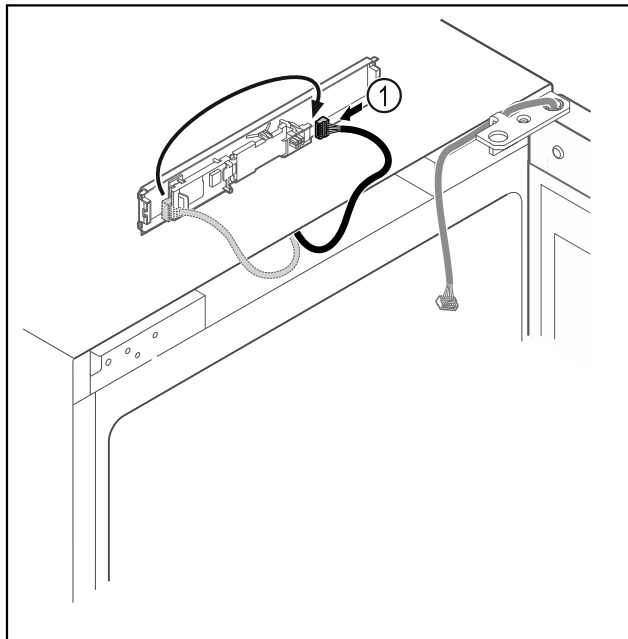

Fig. 20
- ▶ Преместете щекера Fig. 20 (1) на платката.